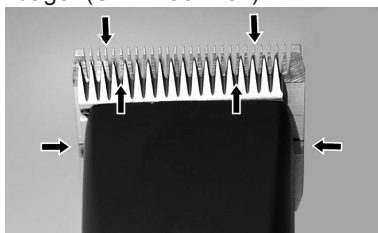

Fig. 13
For å oppnå gode klippemaskinesultater og for å øke levetiden til klippemaskinen og klippehodet, må du påføre et tynt lag med olje mellom det øvre og nedre bladet (Fig. 13).
- ▶ Smør bladene tilstrekkelig under klippingen (minst hvert 15. minutt), slik at de ikke går tørre (Fig. 13).
Bladene må oljes før, under og etter hver gang de brukes. Når bladene på klippemaskinen etterlater striper eller går med redusert hastighet, er dette et tegn på at olje kreves. Påfør noen dråper olje foran på sidene av klippebladene (se pilene i Fig. 13). Tørk av overflødig olje med en tørr klut. Smøresprayer har ikke nok olje til å opprettholde god smøring, men hjelper til med å kjøle ned bladene. Skadede eller sløve blader må straks skiftes ut for å unngå skader.